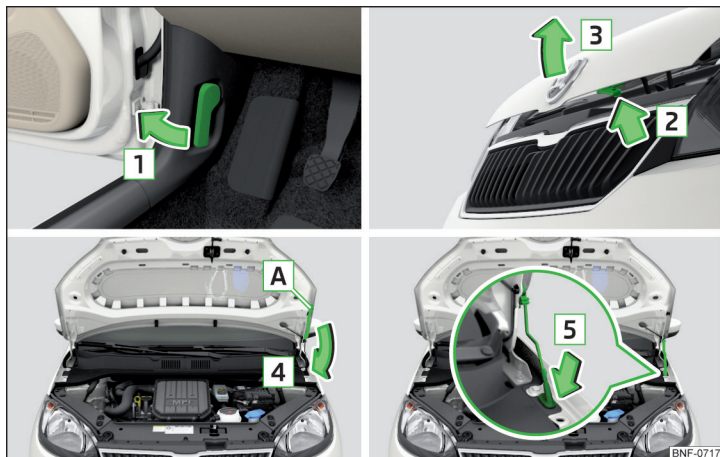

Fig. 136 Åbning af motorhjelms
- Åbn fordøren, og træk i udløserarmen under instrumentpanelet i pilens retning **1** » Fig. 136.